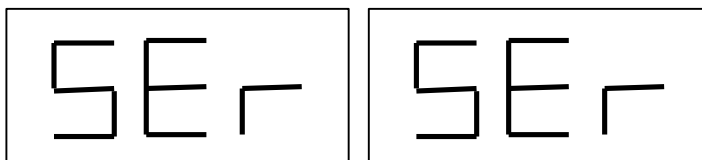

Fig. F9.1 Modo SERVICE habilitado
2. Pulse [F+P3] . La máquina entra en modo SERVICE y visualizará los mensajes Ser. Ver la figura F9.1.
3. Para salir del modo SERVICE, salga primero de posibles menús abiertos y de programas de pruebas y regrese a la pantalla de mensajes de la figura F9.1;